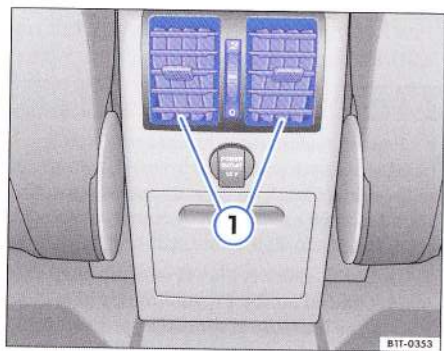

Fig. 113 În consola centrală: Gurile de ventilație pentru ventilarea aerului în spate.
Pentru a conduce curentul de aer spre banchetă, puteți deschide gurile de ventilație ⇒ fig. 113 ① de la roțiță. ◀